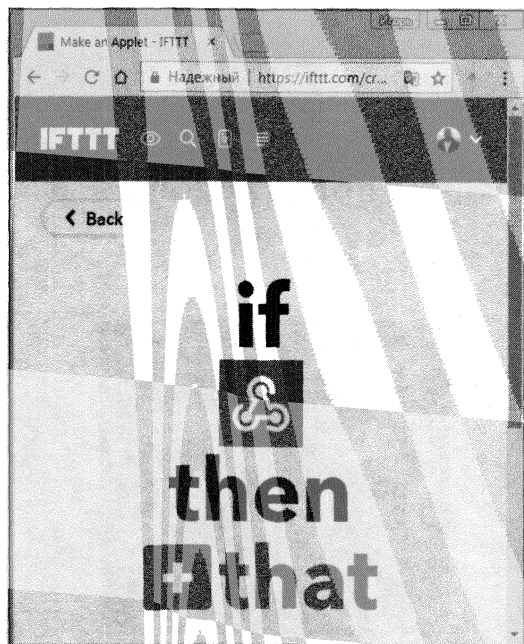
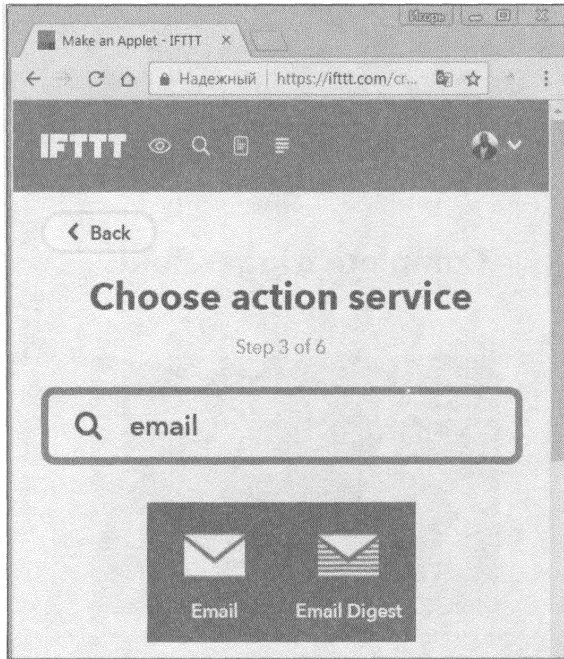

Рис. 7.13. Создания сервиса действия
Рис. 7.14. Выбираем сервис email в качестве сервиса действия
7. Для создания сервиса действия нажмите на фрагмент **that** (рис. 7.13) и в качестве *сервиса действия* выберите добавленный ранее сервис электронной почты (рис. 7.14 и 7.15).